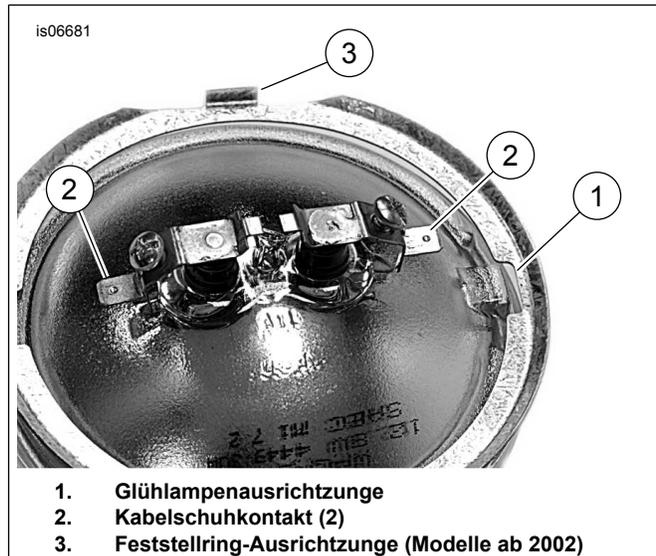

Abbildung 3. Zusatzleuchten-Glühlampenkontakte
7. Siehe Abbildung 3. Den inneren Feststellring auf die Glühlampe aufsetzen. Das schwarze Kabel am Kabelschuhkontakt der Glühlampe neben der Glühlampenausrichtung (1) auf der Glühlampe anschließen. Das graue Kabel am anderen Kabelschuhkontakt anschließen.